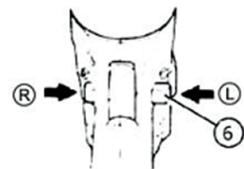

Рис. 4
! Переключатель заднего хода (4) рис. 4, можно использовать только после полной остановки двигателя.